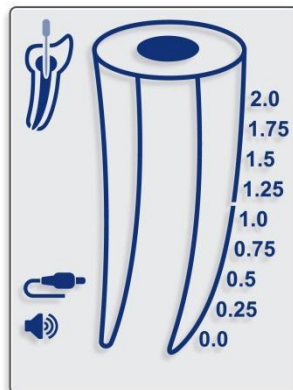

Fig. 4
- 7.4.7 Antes de conectar o Cabo de Medição ao Clip Labial e o Clip da Lima ao paciente, conecte o Cabo de Medição ao receptáculo do dispositivo e verifique se o ícone do cabo aparece na barra de status do visor (Fig. 4).